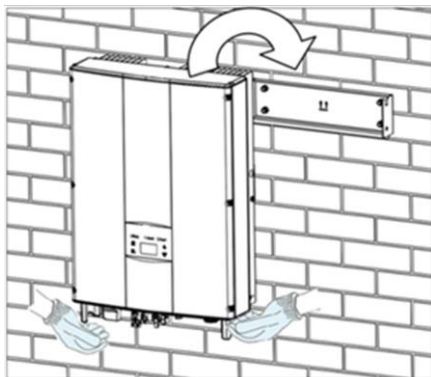

Figura 4.10 Instalarea invertorului
(5) Agățați invertorul de suportul de instalare și asigurați-vă că instalarea este suficient de fermă. După cum se arată în Figura 4.10.